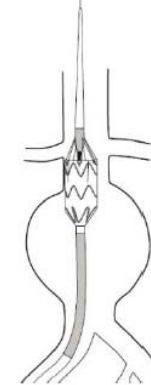

Figura 13
- Continue girando o botão de rotação cinza até que o stent proximal tenha se expandido. (Figura 13) Nesse momento, se for preciso, ajuste o local longitudinal da endoprótese movendo a garra estacionária preta, conforme necessário.